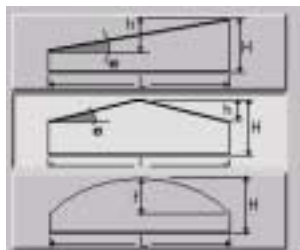
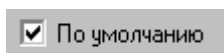

Рис. 2.1.1. Функциональные кнопки
Рис. 2.1.2. Маркеры
- функциональные кнопки, «нажатие» которых (оно реализуется установкой курсора на кнопку и щелчком левой клавиши мыши) приводит к выполнению определенных функций или к выбору одной из возможностей. Типичным является пример, представленный на рис. 2.1.1, где из трех изображенных на кнопках вариантов конструктивного решения выбирается средний. Аналогичную роль выполняют и маркеры (рис. 2.1.2);